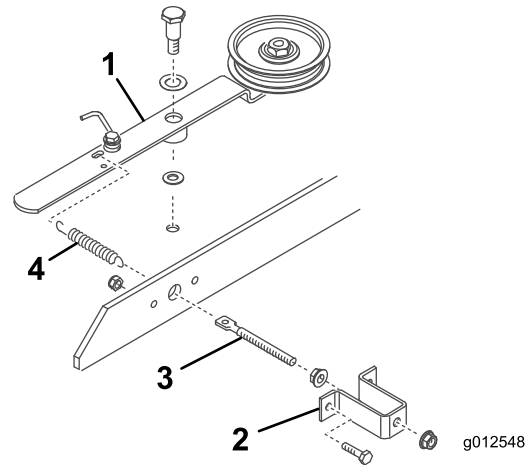

図 20
3. ねじ山付きロッドに、フランジナット 5/16-18" を取り付け、約 5cm 進める 図 20。
4. ねじ山付きロッドをスプリングブラケットの大きい方の穴に入れ、もう1個のフランジナット 5/16-18" で仮止めする 図 20。フランジナットはまだ本締めしない。
5. ねじ山付きロッドのもう一方の端部をブリッジバーの穴に入れ、ボルト2本とロックナットでスプリングブラケットをブリッジバーに固定する 図 20。
6. スプリングの短い方の端をねじ山付きロッドの穴に引っ掛け、長い方の端をアイドラアームの穴に引っ掛ける 図 20。
7. デッキにアイドラプーリアームを取り付けるピボットねじ 3/8-16"、スラストワッシャ 1/2"、アイドラアーム、スラストワッシャ 3/8"、ロックナット 3/8-16" をデッキ下側に使用する 図 20。